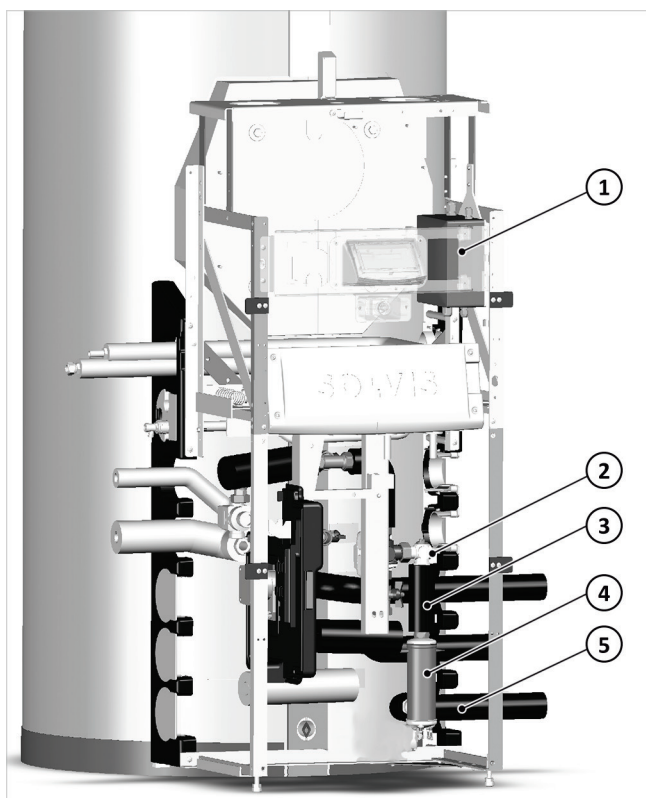

Fig. 9: Posizione dei componenti nel modulo di carica
→ La Fig. 9 mostra la posizione della scatola di collegamento (1), della cartuccia di riscaldamento (4) e del modulo di carico. I tubi di collegamento per la pompa di calore e la mandata riscaldamento possono essere posati a destra e sinistra attraverso gli appositi passaggi laterali.
1. fissare la scatola di connessione alla parte superiore del modulo di carica, vedere la → Fig. 9 (1).